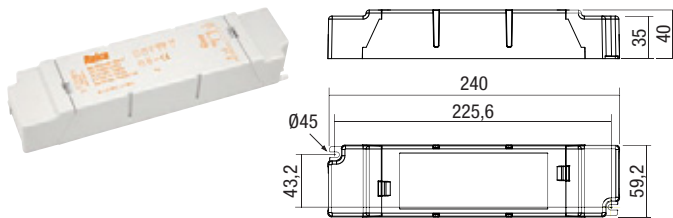

Fig. 1 - Comando con pulsante isolato - Command with isolated button
- 1 - Pulsante NA selv (isolato da rete - Fig. 1)
- 1 - SELV NA push-button (mains insulated - Fig. 1)